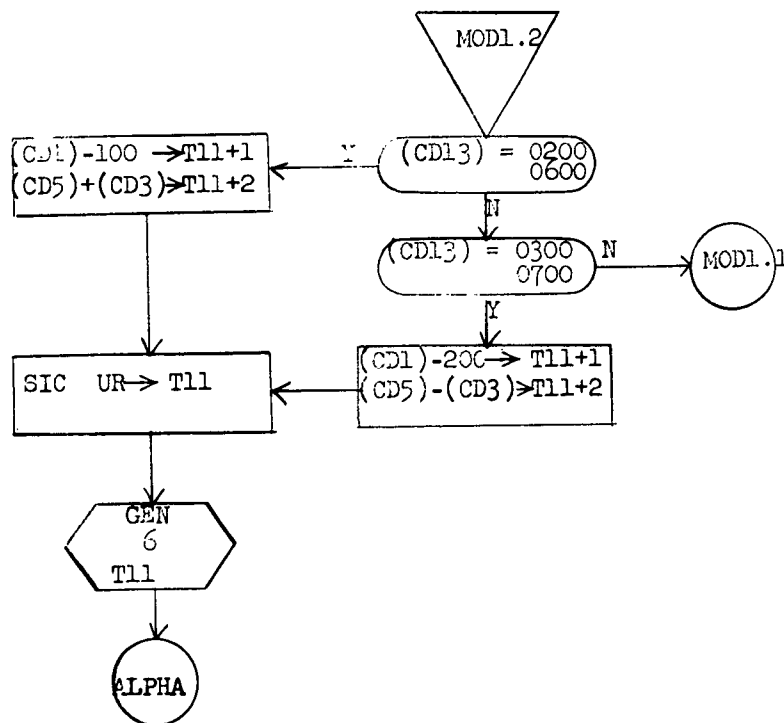

Figure 7.29 MODULE 1.2
7.3.7.3.1.2 MODULE 1.2 (Figure 7.29)